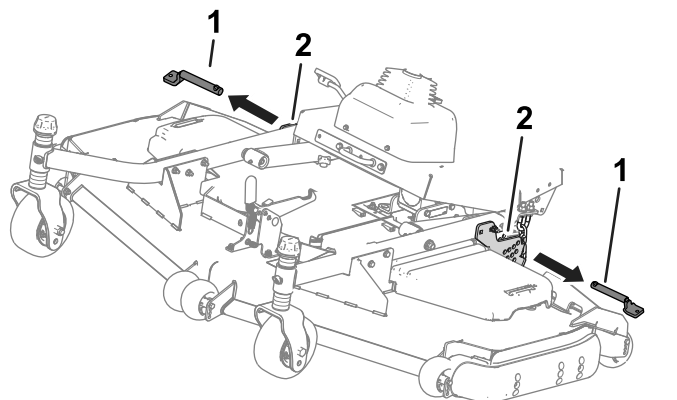

Figure 39
4. Retirez les goupilles des plaques de hauteur de coupe (Figure 39).